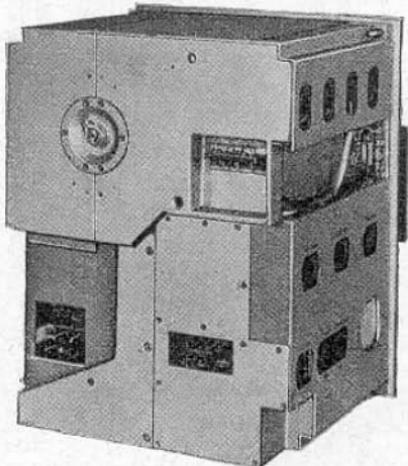

Abb. 1: Rückansicht ohne Kasten
| Abb. 1: Rückansicht ohne Kasten | 9 |
- 22) Rechts und links auf der Mitte der Frontplatte befindet sich je ein Handgriff, um das Herausziehen des Gerätes aus dem Kasten zu erleichtern. Sämtliche nach außen führenden Anschlüsse sind im Kasten verkabelt und über Stecker dem Gerät zugeführt (s. Abb. 1).